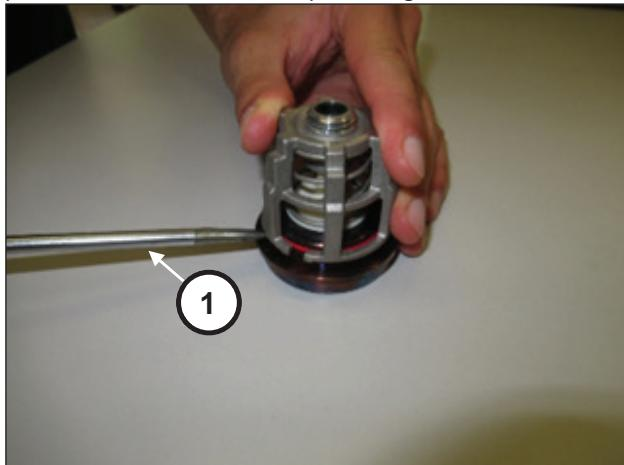

Fig. 142
Desmontar los grupos válvula de aspiración y envío haciendo palanca con una herramienta (pos. ①, Fig. 142).